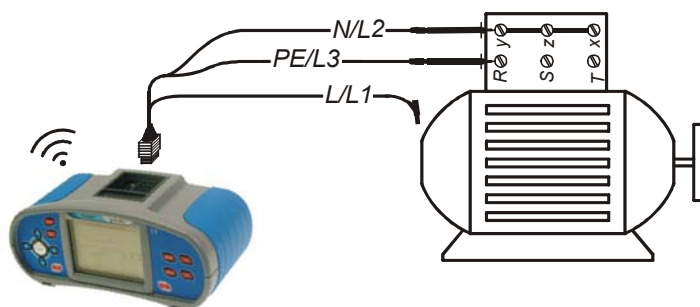

Abb. 5.8: Anschluss des Universalprüfkabels
- Schließen Sie die Prüfleitungen an die zu prüfende Anlage an (siehe Abb. 5.8).